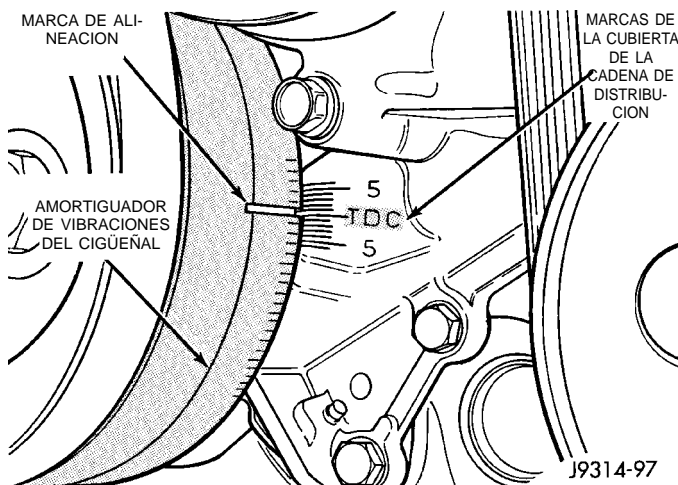

Fig. 33 Marcas de alineación del amortiguador a la cubierta—Características
(8) Fije un casquillo de acoplo al perno de instalación del amortiguador de vibraciones del cigüeñal.
(9) Gire lentamente el motor a la derecha, visto desde el frente, hasta que la marca indicadora del amortiguador de vibraciones del cigüeñal se alinee respecto de la marca de 0 grados (PMS) de la cubierta de la cadena de distribución (Fig. 33).
Gire el cigüeñal a la derecha, como visto de frente, hasta que el pistón del cilindro N° 1 esté al máximo del tiempo de compresión (con la bujía N° 1 desmontada, la compresión se debe sentir en el dedo). Después continúe girando lentamente el motor a la derecha hasta que la marca indicadora (Fig. 33) esté alineada con la marca de 0 grados (PMS) de la cubierta de la cadena de distribución.